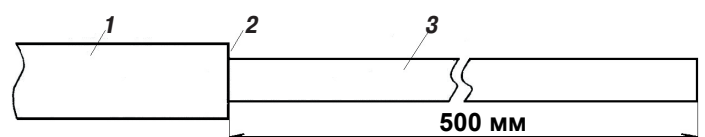

Рис. 1. Разделка концов кабелей:
2.3 Длина разделанных концов кабелей показана на рис. 1. На концах кабелей отмечают места выполнения надрезов оболочки. Выполняют надрезы и удаляют оболочку. Дальнейшая разделка сердечников кабелей производится в следующем порядке.